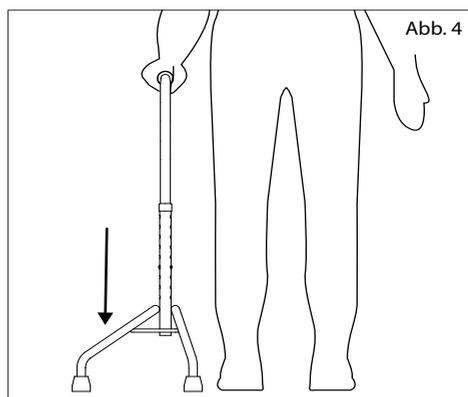

Abb. 4
2. Die beiden weit ausgestellten Füße müssen von Ihrem Körper weg zeigen (Abb. 4) und die offene Seite des Griffs nach hinten (siehe exemplarische Darstellung auf Seite 9).
1. Nehmen Sie die Vierfuß-Gehhilfe immer in die richtige Hand. Dies können Sie daran erkennen, dass die beiden weit ausgestellten Füße von Ihrem Körper weg zeigen (Abb. 4).